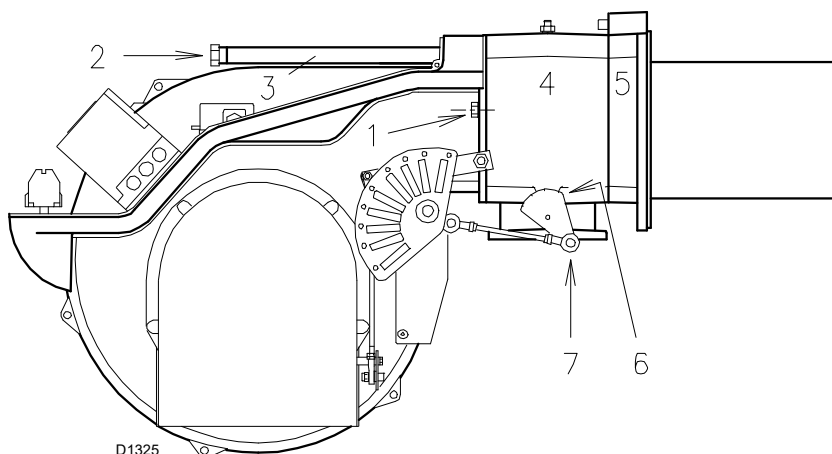

Fig. 16
- inserire il cavo della sonda ed il cavo dell'elettrodo e quindi far scorrere il bruciatore fino al manicotto, bruciatore nella posizione illustrata dalla Fig. 16;